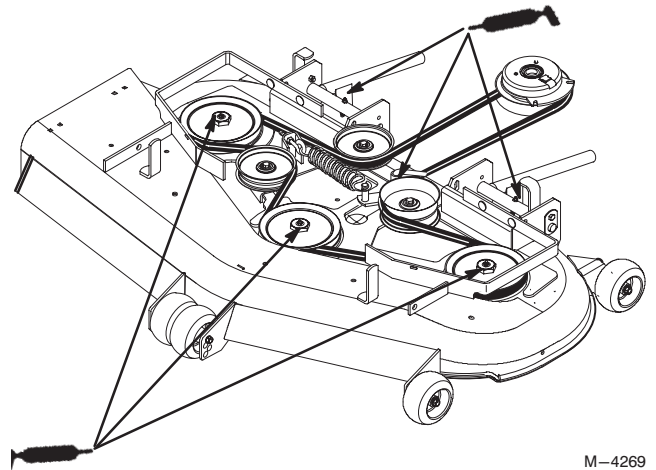

Figure 50
2. Lubrifiez les graisseurs des roulements des trois axes (Fig. 50).
3. Graissez le pivot de la poulie folle (Fig. 50).
4. Lubrifiez les graisseurs des bras de poussée (Fig. 50).